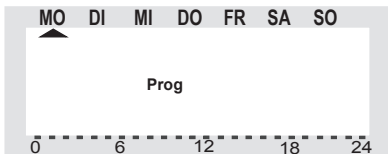

Bild 15
- Im LC-Display erscheint die Anzeige „**Prog**“ und der Pfeil „**▲**“ bei „**MO**“ (Montag), siehe Bild 15.